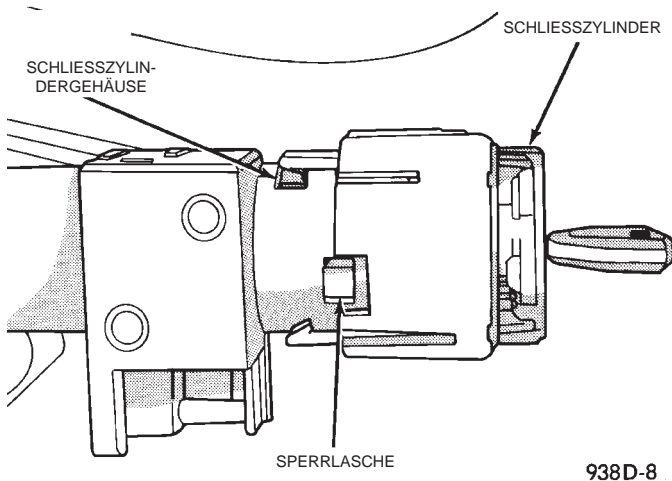

Abb. 44 Schließzylinder einbauen
- (3) Schließzylinder anhand der Nuten im Gehäuse ausrichten. Schließzylinder in das Gehäuse schieben, bis die Sperrlasche durch die Öffnung im Gehäuse ragt (Abb. 44).
- (4) Zündung ausschalten und Zündschlüssel abziehen.
- (5) Bei Fahrzeugen mit Lenkradschaltung muß beim Austauschen des Schließzylinders auch eine neue Sperrkassette eingebaut werden. Näheres hierzu siehe Abschnitt "Schaltsperr" in diesem Kapitel. Bei Fahrzeugen mit Mittelschaltung beim Austauschen des Schließzylinders den Seilzug des Sperrmechanismus an der Schaltung einstellen. Näheres hierzu siehe entsprechenden Abschnitt in Kapitel 21, "Getriebe".
- (6) Obere und untere Lenksäulenabdeckung an der Lenksäule anbauen.
- (7) Verstellhebel anbauen.